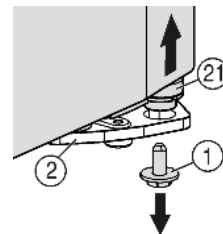
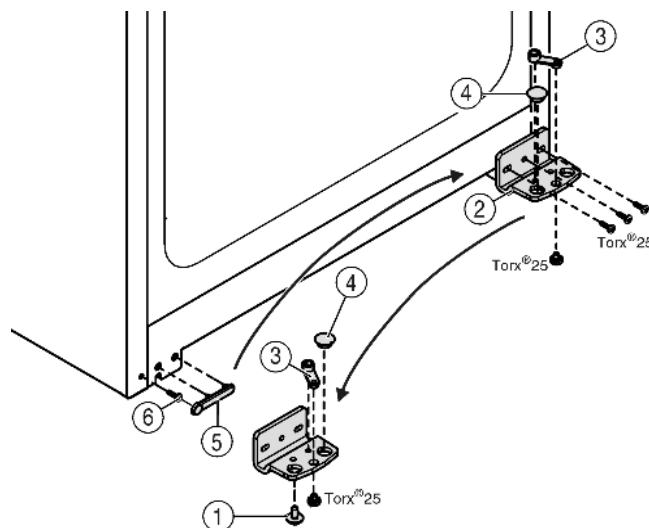

Fig. 5
Fig. 6
► Vpravo dole na stojanu ložiska vyšroubujte pojistný šroub Fig. 5 (1).
► Ložiskový čep Fig. 5 (21) se uvolní ze stojanu ložiska Fig. 6 (2).
► Pokud se ložiskový čep Fig. 5 (21) neuvolní, vytlačte čep zdola.
► Našroubujte stojan ložiska Fig. 6 (2).
► Našroubujte ložiskový díl Fig. 6 (3) a přemístěte do protilehlého upínacího otvoru stojanu ložiska, opět přišroubujte.
► Vyjměte ze stojanu ložiska zátku Fig. 6 (4) a nasadte do protilehlého upínacího otvoru stojanu ložiska.
► Opatrně zvedněte kryt Fig. 6 (5) na straně madla.
► Vyšroubujte šroub Fig. 6 (6) a na protější straně ho opět nasadte.
► Kryt Fig. 6 (5) opět nasadte.
► Přišroubujte opět stojan ložiska Fig. 6 (2) na novou stranu závěsu (silou 4 Nm), příp. pomocí akumulátorového šroubováku.
- ▶ Zašroubujte a dotáhněte pojistný šroub Fig. 5 (1) dole do ložiskového čepu (**silou 4 Nm**).